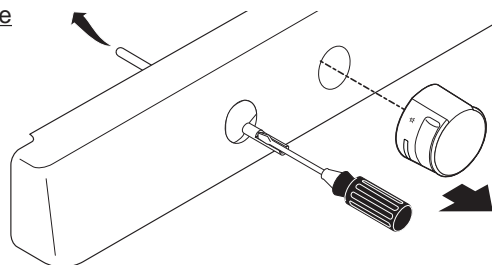

Fig. 3
- Inserte un desatornillador de hoja delgada dentro de la abertura de la valvula y una el tornillo adentro (Fig. 3) . El tamaño de la llama puede ser incrementado o decrecido con una vuelta del tornillo. Dele vueltas en dirección contraria a las manecillas del reloj para incrementar el tamaño de la llama. Dele vueltas en dirección a las manecillas del reloj para decrecer el tamaño de la llama.